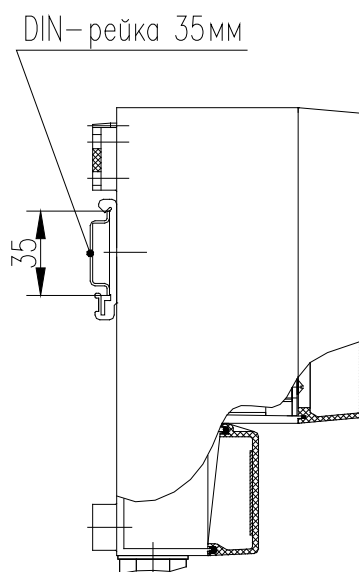

Рис. 6. Монтаж БОИ на DIN-рейку.
2.2.7.2 На рис. 6 показан монтаж БОИ на DIN-рейку.